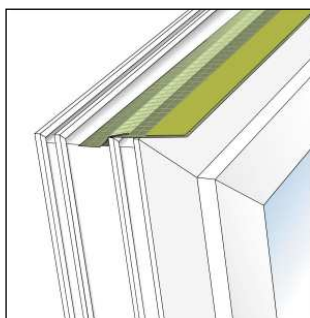

Рис.1 Приклейте ленту на внешнюю сторону оконного проема.
1. При креплении ленты на профиль или проем оставляйте до 2см длины с запасом на угловых элементах. Рис.1